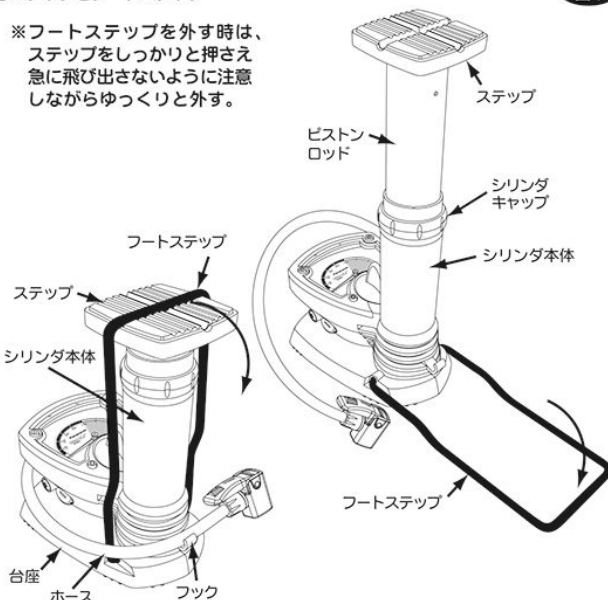

図1
(各部の名称は下記図1、図4を参照)
- ①まずホースをフックから外します。次に、ステップが飛び出すのを片手で押さえながら、フットステップをゆっくり外してください。(下記図1参照)